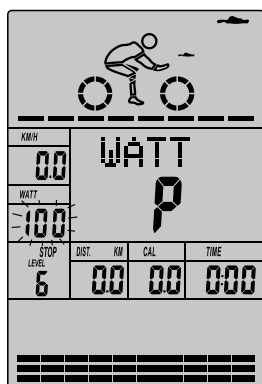

图 30
- 瓦特的读数闪烁，按 UP/DOWN 键（或旋转）设定瓦特值，然后按 ENTER 键确认所设置的数值。（如图 30）